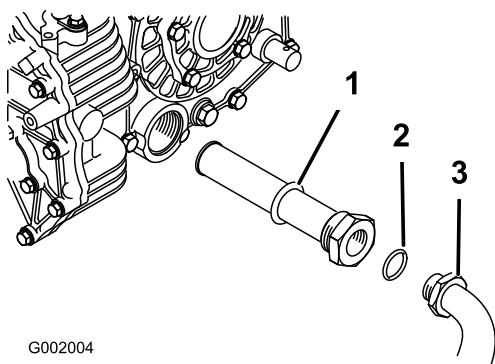

Bild 56
5. Nehmen Sie den Hydraulikschlauch und das 90°-Anschlussstück ab (**Bild 56**).